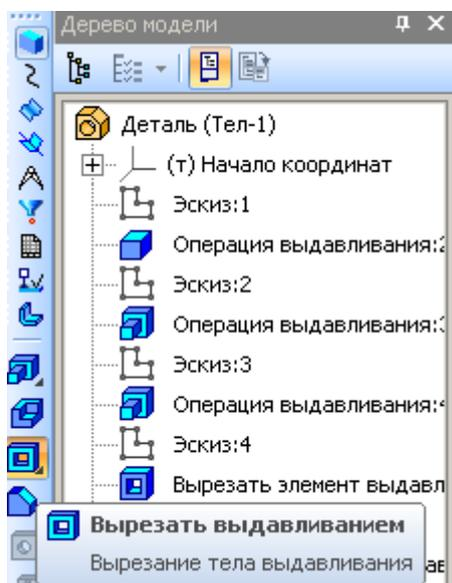
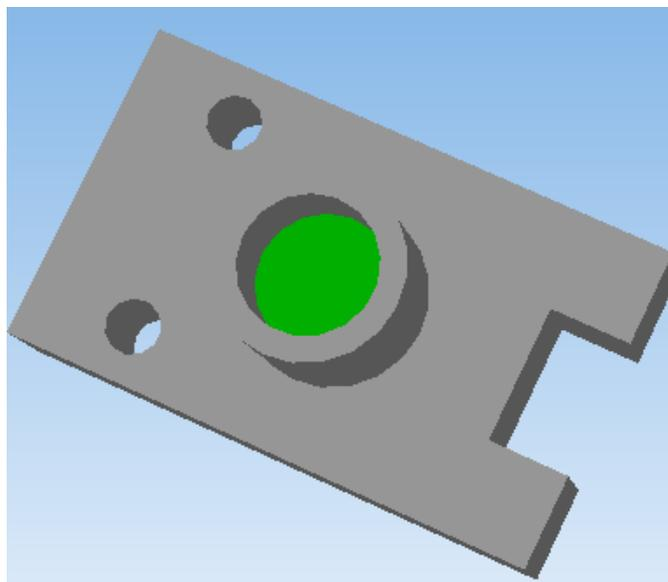
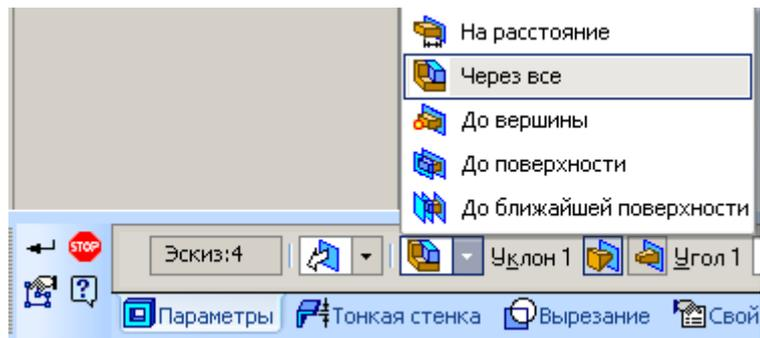

Рисунок 39
Рисунок 40
Рисунок 41
6) Выделить верхнюю грань цилиндра, созданного в пункте 4, и создать на его поверхности эскиз окружности  $\varnothing 28$ . После этого из панели «Редактирование детали» выбрать операцию Вырезать выдавливанием (Рисунок 39). Установить расстояние 15 мм и создать объект.
7) Выделить дно созданного глухого отверстия (Рисунок 40) и создать на его грани эскиз окружности  $\varnothing 16$ . После этого из панели «Редактирование детали» выбрать операцию Вырезать выдавливанием (см. Рисунок 39). В панели свойств на вкладке «Параметры» в окне «На расстояние» установить значение Через всё (Рисунок 41) и создать объект.